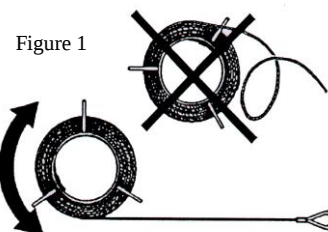

Figure 1
- Eviter la formation de boucles lors du déroulement du câble -Figure 1.